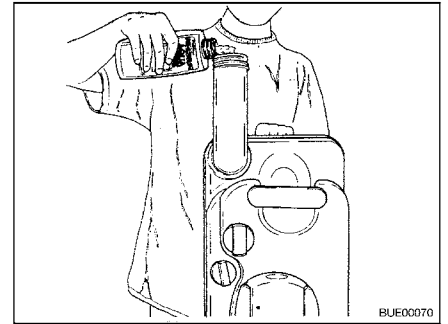

Fig. 280 Rifornimento di liquido sanitario
- Versare la quantità indicata di liquido sanitario nel serbatoio fecale (Fig. 280).